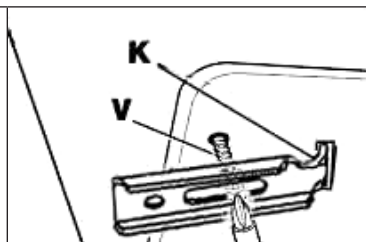

Figura 7
- Rimuovere la striscia di carta protettiva dalla guarnizione. Inserire i ganci nei relativi alloggiamenti (K) sul piano di cottura e inserire quest'ultimo nel foro del mobile. Bloccare il tutto con le relative viti di fissaggio (V) (vedi figura 7).
- Per arrivare al quadro dei comandi e al cavo d'alimentazione, bisogna rimuovere il piano cottura dall'alloggiamento svitando le relative viti di fissaggio (V) (vedi figura 7).